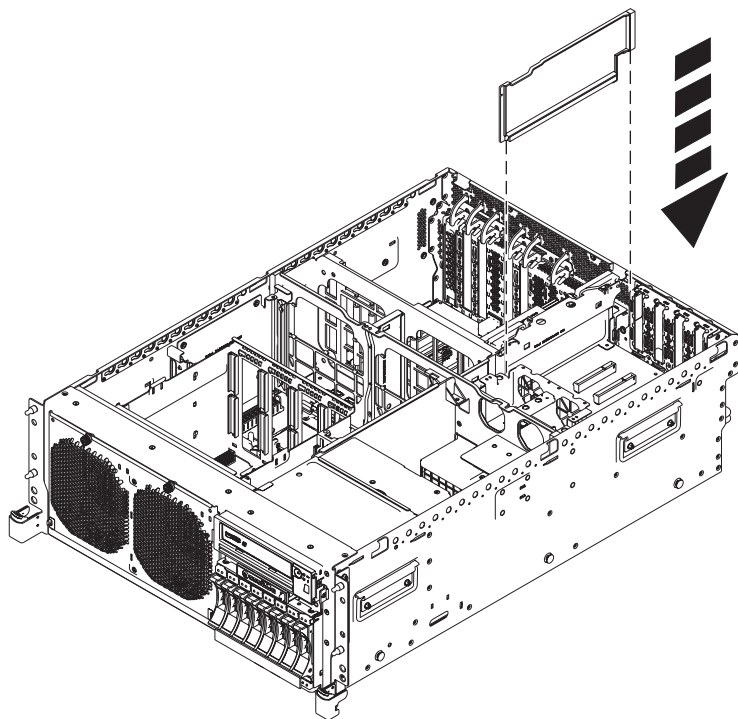

Figura 44. Instal·lació d'un deflector de la targeta d'expansió en una unitat del sistema muntada en bastidor
8. Instal·leu el protector de plàstic (PN 46K5417) entre el pestell blau i la primera ranura PCIe, com es mostra a la Figura 44 a la pàgina 54.